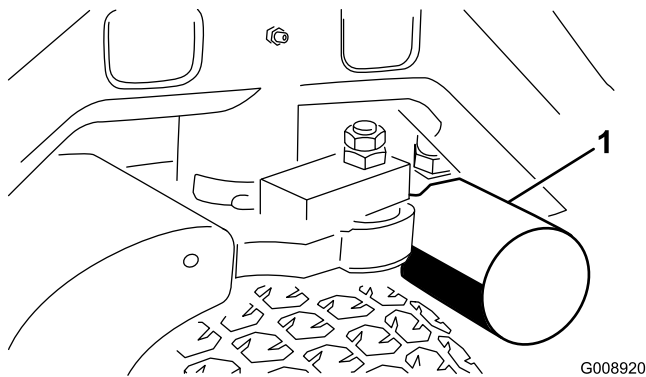
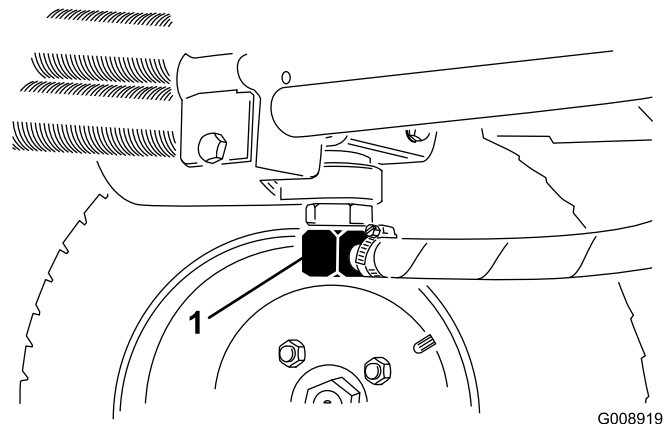

Рисунок 58
Рисунок 59
3. Очистите область вокруг места крепления фильтра. Поместите поддон под фильтр (Рисунок 58), а затем снимите фильтр.
2. Отсоедините гидропровод (Рисунок 59) или снимите гидравлический фильтр (Рисунок 58) и дайте гидравлической жидкости стечь в сливной поддон. Когда гидравлическая жидкость перестанет вытекать, установите гидропровод на место.